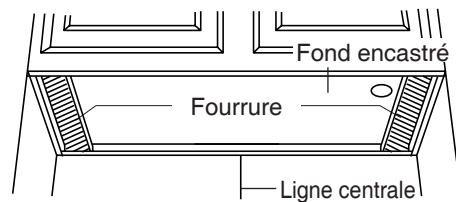

Fig. 2-2
**Nota :** Avec les armoires à fond encastré, il faut parfois installer une fourrure pour obtenir une surface affleurante pour les deux vis de fixation. (Fig. 2-2)